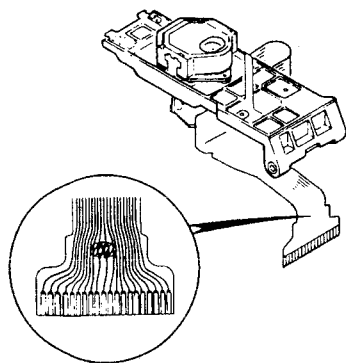

Fig. 4-1
- Before removing the pickup assembly be sure to solder -bridge where indicated in the inset (Fig. 4-1) to prevent the laser diode from being electrostatically damaged. After replacing the pickup assembly, be sure to unsolder the antistatic bridge. Or else the laser diode does not function.
- ピックアップ ASSY を外すときは、レーザーダイオードの静電破壊防止のため、必ず斜線部分 (Fig. 4-1) を半田ブリッジしてから作業をしてください。また、取り付けの場合も取り付け後に半田ブリッジを外してください。半田ブリッジをしたままではレーザーダイオードは動作しません。